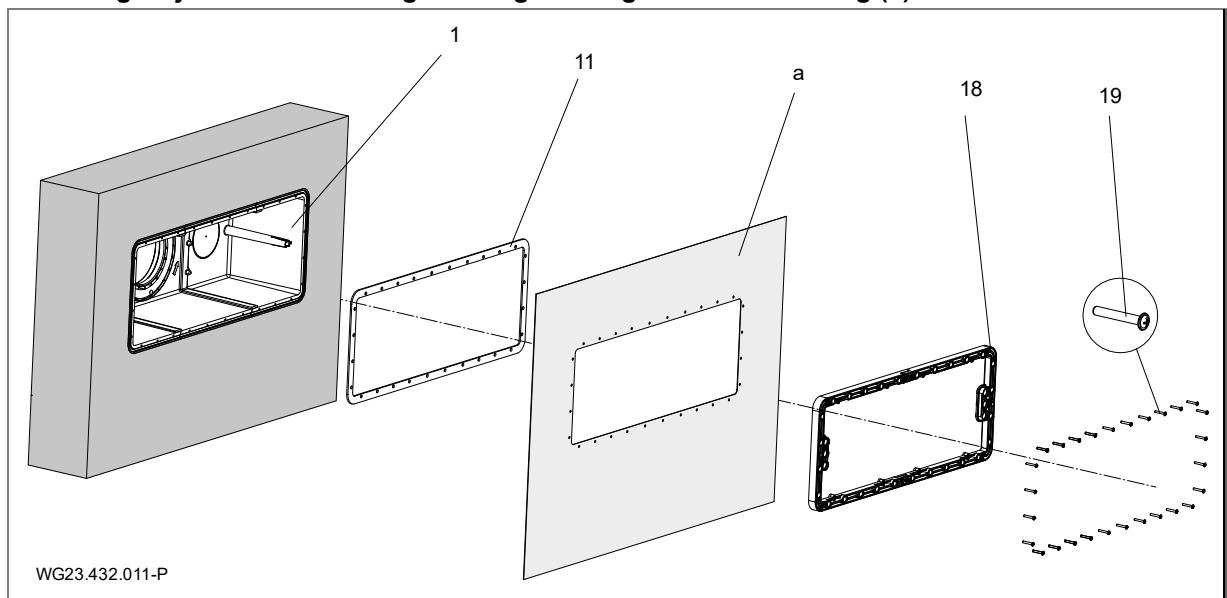

Fig. 7
For tetning av betongveggen anbefales det å opprette en omløpende ring av epoksidharpiks/kvartssand på bassensidens yttervegg på huset (1). Se "Fig. 7" side 14.